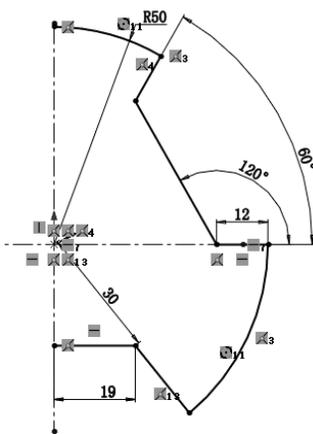

图 2-107 尺寸标注
(5) 标注尺寸。单击“草图”选项卡中的“剪裁实体”按钮, 修剪多余圆弧线, 单击“草图”选项卡中的“智能尺寸”按钮, 进行尺寸标注, 如图 2-107 所示。